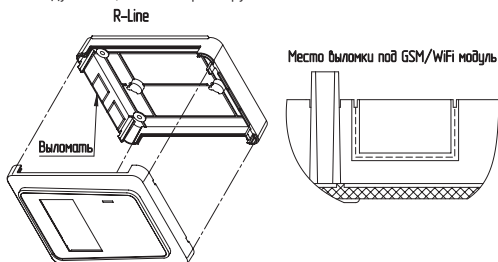

Рис.2 Подключение модуля GSM/WiFi к платам управления котлов R-Line
4. Выломать соответствующую заглушку (**см.Рис.2**) на нижней части контроллера;
5. Установить SIM-карту (**Рис.2, поз.4**) в модуль GSM/WiFi до упора, как показано на **Рис.2** и на наклейке модуля GSM/WiFi;
6. Подключить плату управления модуля GSM/WiFi (**Рис.2, поз.2**) к контроллеру R-Line при помощи кабеля (**Рис.2, поз.5**) к разъёму X3 контроллера как показано на **Рис.2**;
7. Подключить антенны (**Рис.2, поз.3**) в соответствующий разъём (**Рис.2, поз.7**);
8. Установить модуль GSM/WiFi (**Рис.2, поз.2**) на контроллер в соответствии с **Рис.2**, зафиксировав его крепежами (**Рис.2, поз.6**);